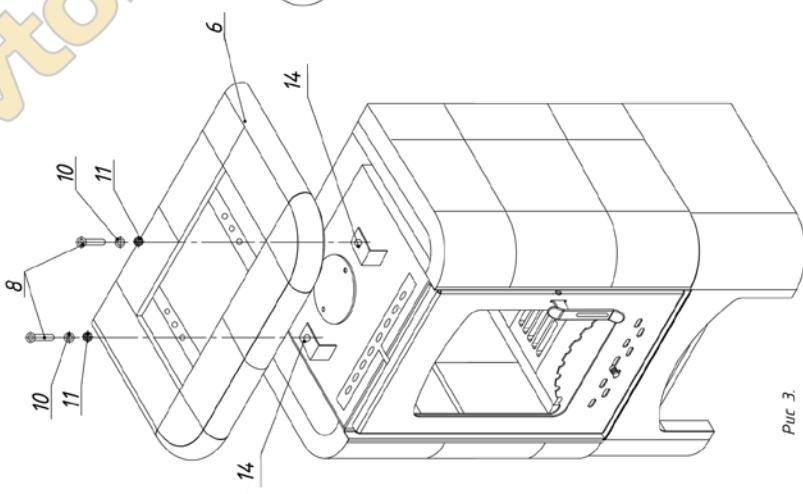

Рис. 3.
3. Верхняя панель 6 крепится к кронштейнам 14 винтами 8 и фиксируется шайбами 10, 11 (Рис. 3)